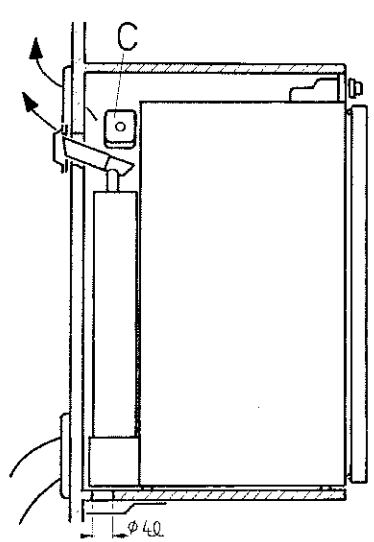

Fig. 10
Le groupe frigorifique est ventilé par l'intermédiaire de deux ouvertures percées dans la paroi de la caravane (voir figure 10), l'une en bas pour l'arrivée de l'air frais et l'autre en haut pour l'évacuation de l'air chaud.
Percez l'ouverture inférieure juste au-dessus du fond de l'emplacement et l'ouverture supérieure le plus haut possible au-dessus du condenseur (C) du groupe frigorifique, Fig. 10.
Évacuation des gaz brulés (Alt. I), Fig. 10.
Le conduit de ventilation à la partie arrière de la niche est délimité par la paroi de la caravane et le dos du réfrigérateur, voir fig. 10. Il doit être hermétiquement isolé de l'intérieur de la caravane. Ni les gaz de combustion ni l'air de ventilation prélevé à l'extérieur à travers la paroi ne doivent pouvoir pénétrer à l'intérieur de la caravane.